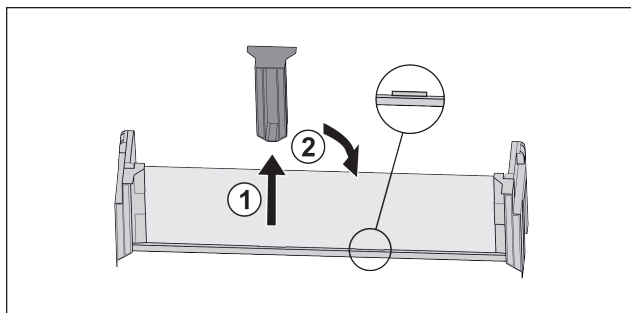

Fig. 54*
- ▶ Desprindeți piesa de susținere intermediară Fig. 54 (1).*
- ▶ Introduceți piesa de susținere intermediară la a doua poziție Fig. 54 (2).*